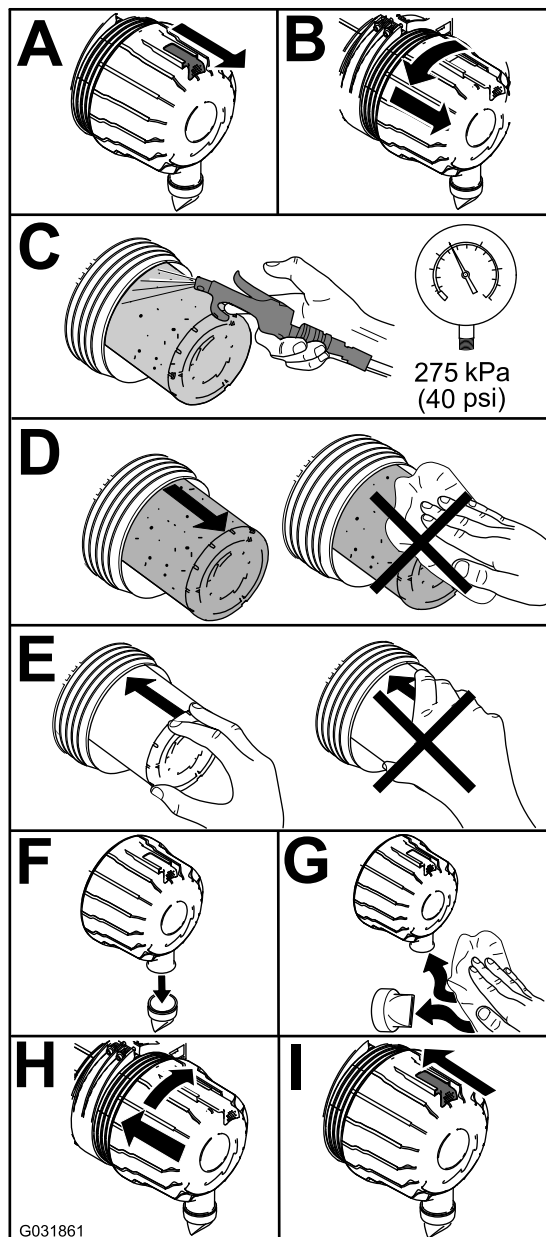

Рисунок 48
1. Замените воздухоочиститель (Рисунок 48).